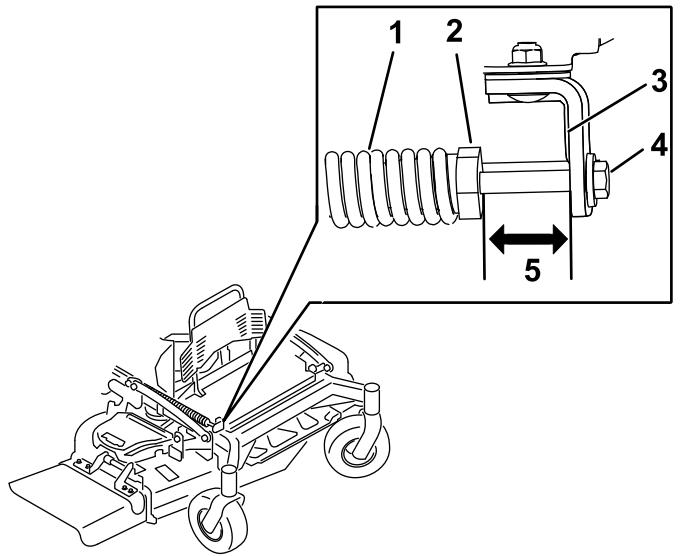

Figura 83
- Compruebe la distancia entre la tuerca del muelle y el lado trasero del soporte de montaje soldado (Figura 83).
- Asegúrese de que la longitud es de 64 - 89 mm (2.5" - 3.5"), como se muestra en la Figura 83.
- Si es necesario, ajuste la distancia ajustando el perno situado en la parte delantera del soporte de montaje (Figura 83).